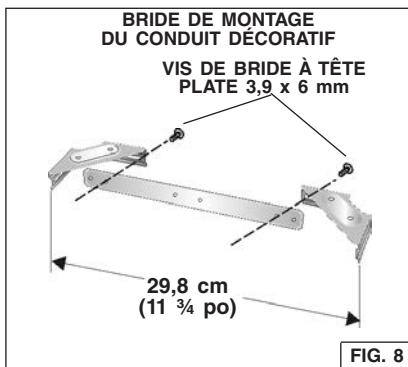

FIG. 8
1. Assemblez la bride de montage du conduit décoratif en réglant sa largeur, tel qu'illustré. Fig. 8.